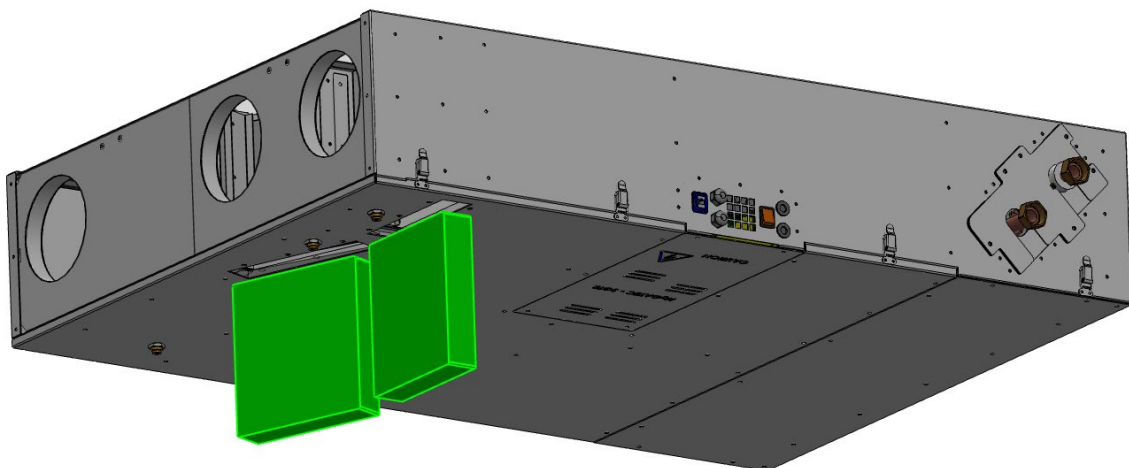

Fig.2
- 3) Rimuovere i filtri tirandoli verso il basso come in Fig.2